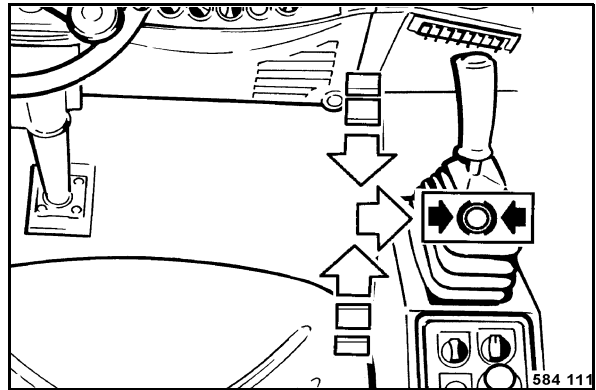

fig. 57
- Ramener lentement le levier de commande de marche (fig. 57) sur position neutre puis l'enclencher vers la droite sur position de freinage.